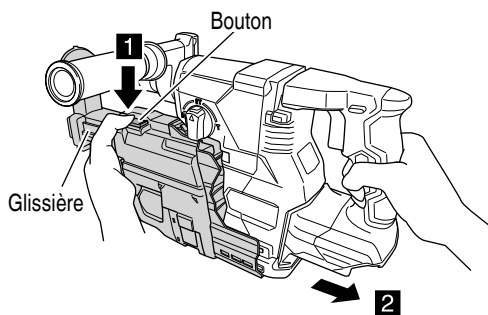

Fig. 4
(1) Tenez la poignée d'une main et appuyez sur le bouton tout en saisissant le curseur du système extracteur de poussière de l'autre main pour le retirer. (Fig. 4)